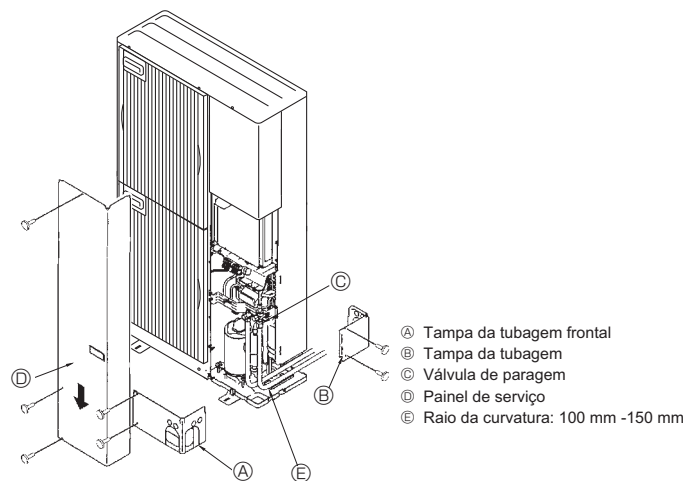

Fig. 4-4
4.3. Tubagem de refrigerante (Fig. 4-4)